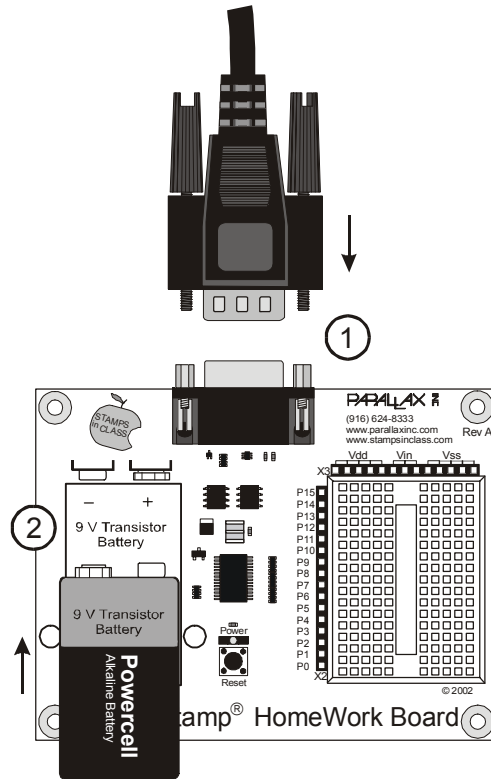

Figura 1-31
- ✓ Collegare il cavo seriale alla scheda HomeWork come indicato in Figura 1-31, al passo 1.